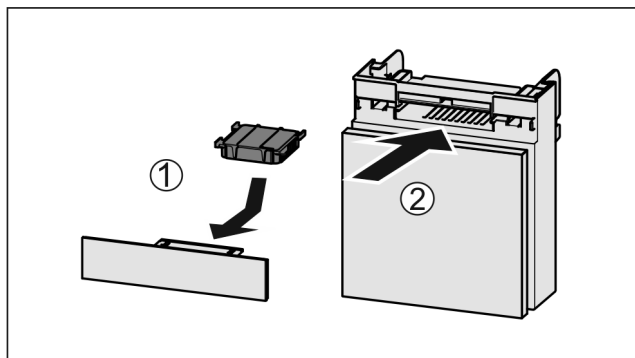

Fig. 123
- ▶ Introduceți Fig. 123 (1) filtrul de cărbune activ după cum se vede în figură.
- ▶ Împingeți Fig. 123 (2) compartimentul în interior.